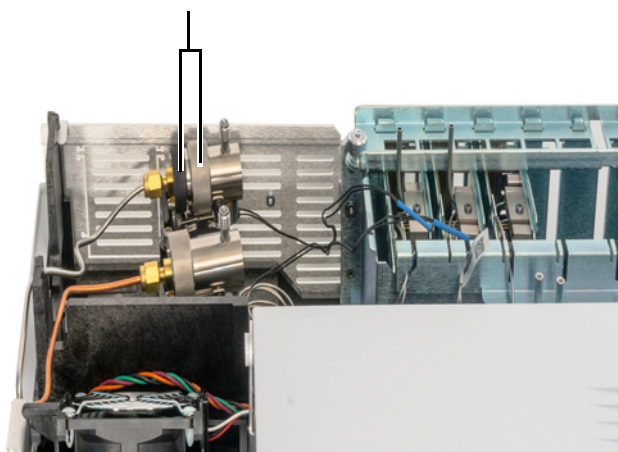

Abbildung 7. Lösen Sie die geriffelte Mutter
- 4 Lösen Sie die geriffelte Mutter, mit der das Split-Entlüftungsventil befestigt ist, vollständig. Siehe **Abbildung 7**.